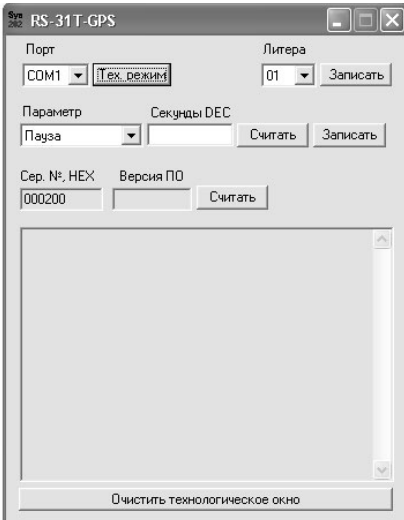

Рисунок 3 – Активное окно программы RS-31PRG+.EXE
- 4 В активном окне программы (рисунок 3) выберите COM-порт, к которому подключен программатор RS-31PRG. Включите питание передатчика.
Для изменения литеры передатчика необходимо использовать активное окно программы RS-31T-GPS+.EXE (рисунок 3):